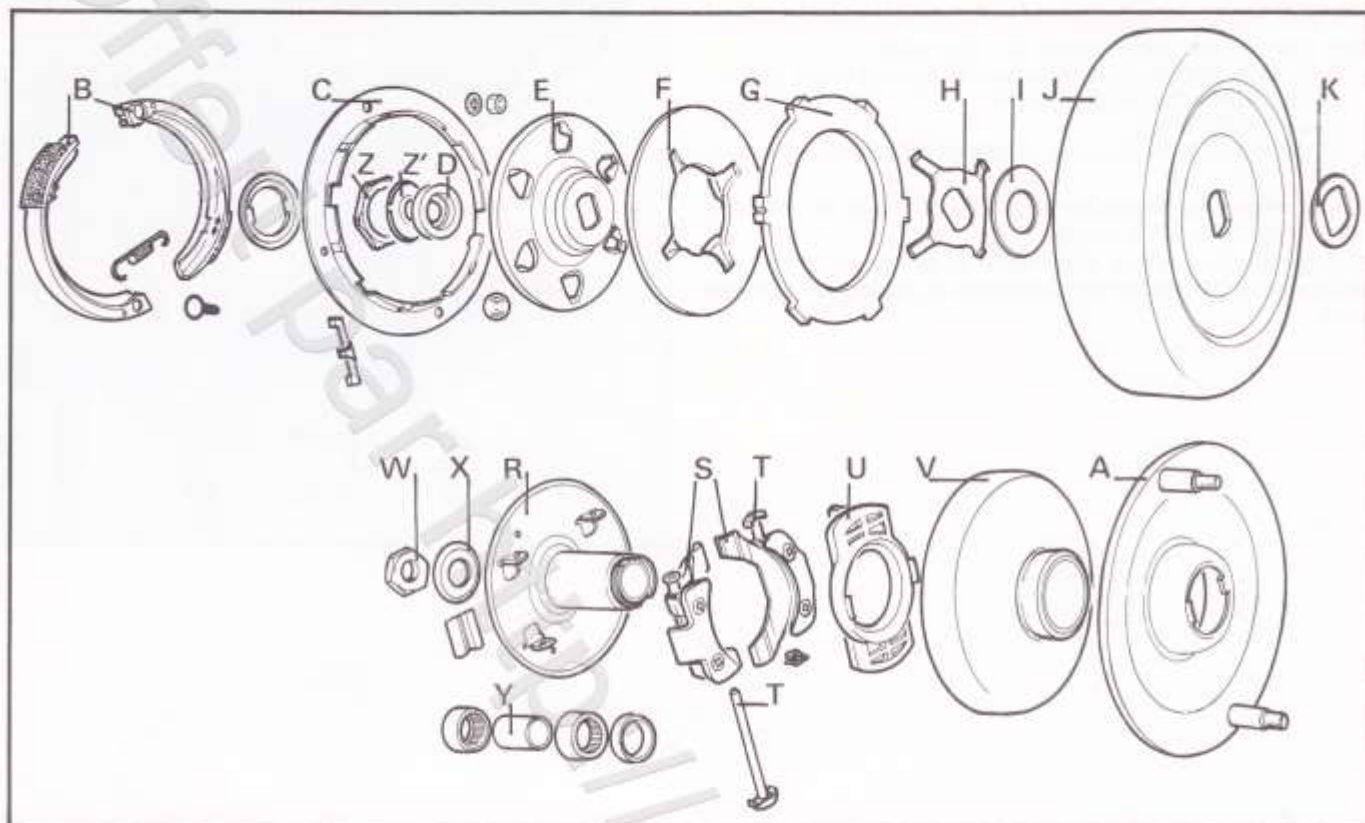

Fig. 30
- La rondelle embrevée (D),
- Le plateau d'appui (E),
- Le flasque (F),
- Le ressort (H),
- Sortir les deux rondelles épaulées nylon (X) et (Z') situées à chaque extrémité du canon de variateur (fig. 30),